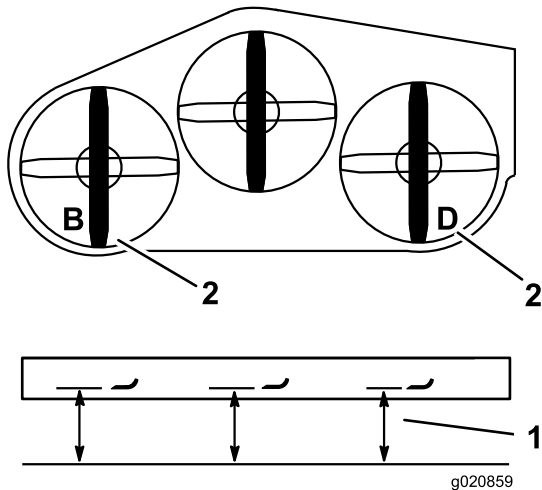

図 85
2. **B**位置で、平らな床面からブレードの刃先までの高さを測り、測定値を記録する **図 85**。
3. **D**位置で、平らな床面から右側ブレードの刃先までの高さを測り、測定値を記録する **図 85**。
4. **B**位置における測定値が、**D**位置における測定値の $\pm 3\text{mm}$ 以内であれば適正とする。(**図 85**). 高さの差がこの範囲内には以下の手順で調整する。